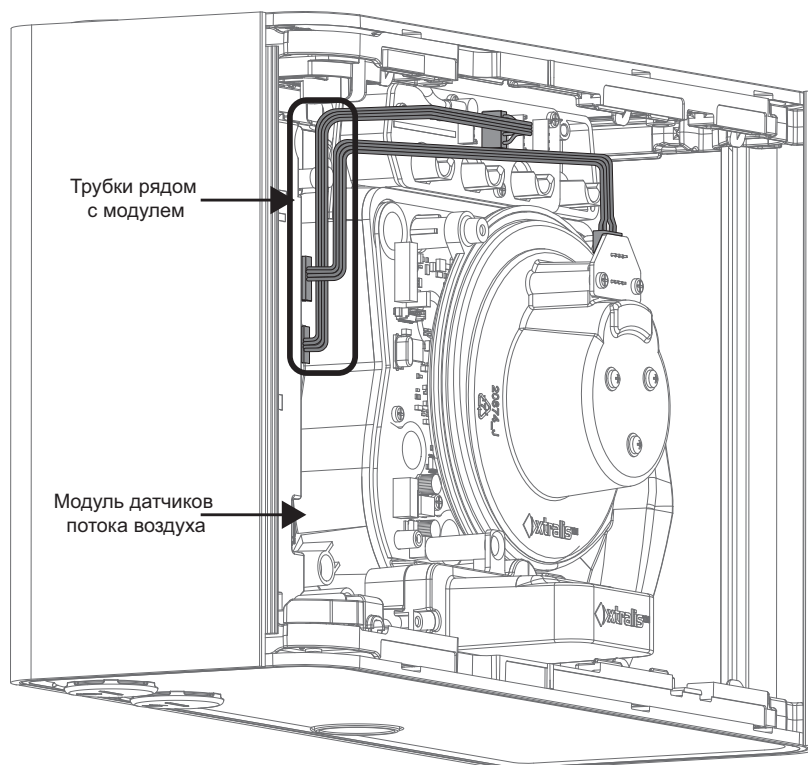

Рис. 7-16: Расположите серую трубку
1. Расположите две указанные трубки, как показано на Рис. 7-16. Расположите указанные секции трубок рядом с модулем датчиков потока воздуха, а не над ним. Это позволит избежать зажатия трубок между камерой и модулем датчика потока воздуха при установке камеры.